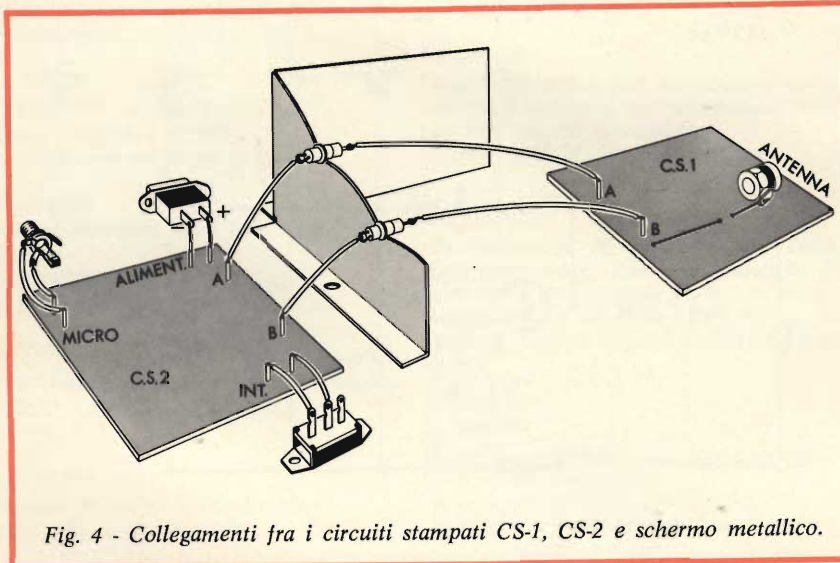

Fig. 4 - Collegamenti fra i circuiti stampati CS-1, CS-2 e schermo metallico.
- Eseguire i vari collegamenti con degli spezzi di trecciola seguendo attentamente i riferimenti visibili in fig. 4. Particolare attenzione va posta nel collegamento delle due prese J1 e J2 onde non invertire le polarità dell'alimentazione.